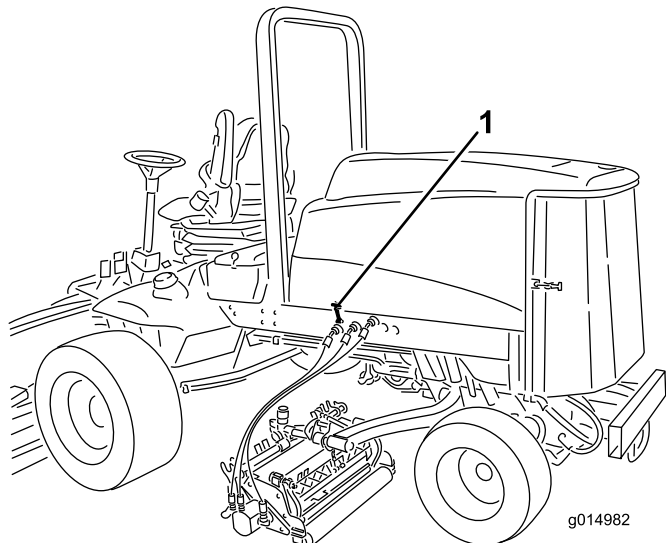

Figure 27
2. Déverrouillez les verrous du capot et ouvrez le capot (Figure 27).